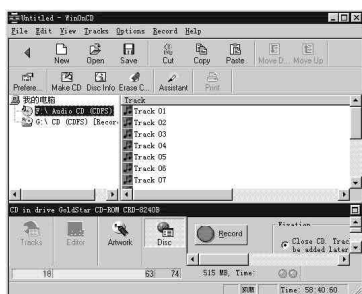

图 3
1. 将欲复制的源光盘放入光驱, 然后把空白 CD-R/RW 光盘放入 CD-R/RW 刻录机中, 然后启动 WinOnCD(图 3)。